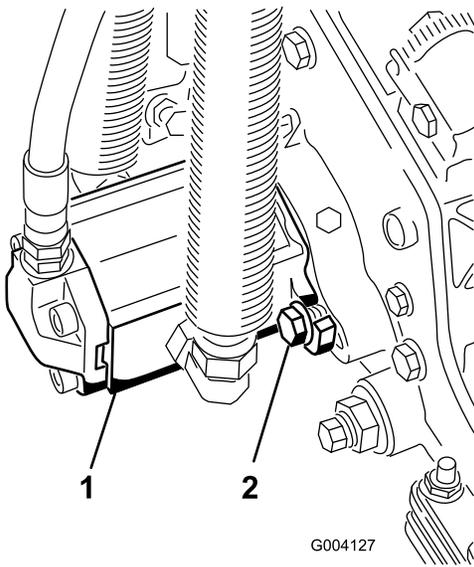

Figura 13
16. Montate il motore ruotato in senso orario in modo che le flange del motore non tocchino i bulloni (Figura 13). Ruotate il motore in senso antiorario fin quando le flange non agganciano i bulloni, quindi serrate i bulloni.